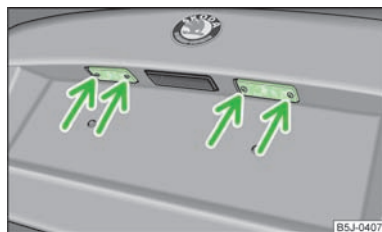

Fig. 153
- Abra a tampa da bagageira e desaparafuse a cobertura de vidro » Fig. 153.